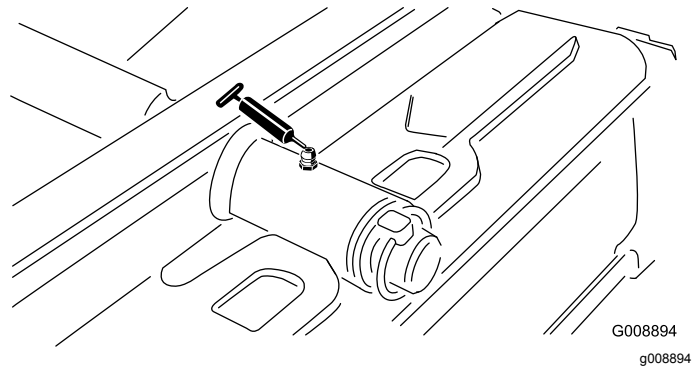

Figura 27
- Pivote de la unidad de corte trasera (Figura 27).